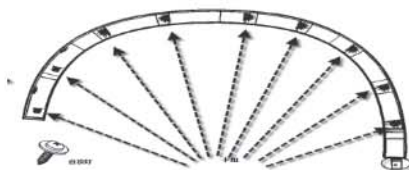

图 6-3-2 后轮眉的拆卸示意图
- (1) 将轮眉与左右后轮挡泥板共用的自攻钉用十字起拆下, 位置如图 6-3-2 所示;
- (2) 剩下为卡脚和卡扣配合, 由靠近保险杠位